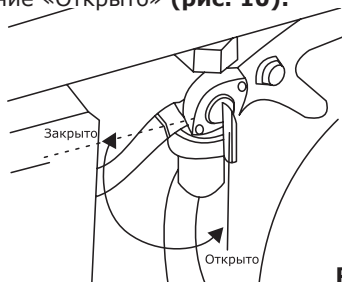

Рис. 10
6. Поверните топливный кран в положение «Открыто» (рис. 10).